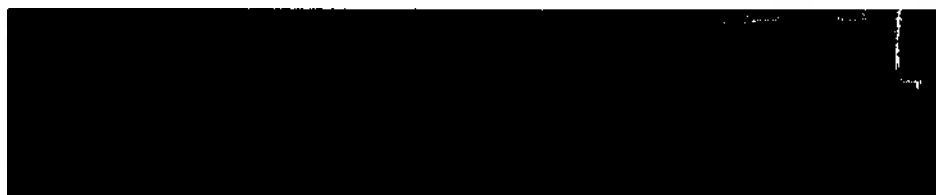

Рисунок 29. Приводной ремень
- d. Проверьте, что приводной ремень (Рисунок 29) не порван. (Если порван, замените его)